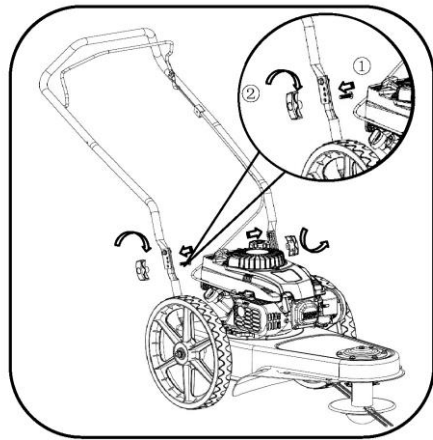

Рис. 3-2
2. С помощью гаек (1) и болтов (2), снятых в п. 1, прикрепите верхнюю рукоятку к нижней. См. рисунок 3-2.